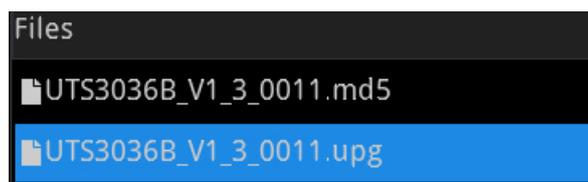

Abbildung 2-2 Upgrade-Paket
1. Dekomprimieren Sie das Upgrade-Paket in das Stammverzeichnis des USB-Flash-Laufwerks. Das Paket enthält zwei Dateien, xxx.md5 und xxx.upg, wie in Abbildung 2-2 gezeigt;